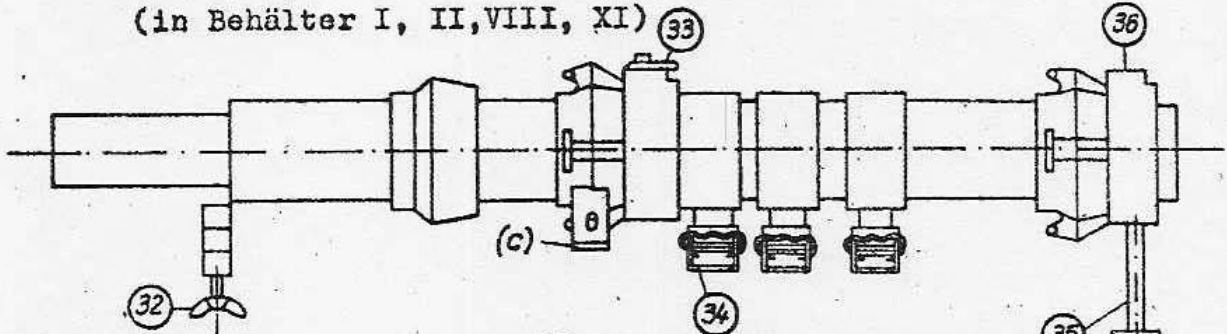

Bild 12
2 (5) Kabelhalterungen (34) (Bild 12)
Montage nach Bild 12 und 13:
1. Richtfunker schiebt 2 Kabelhalterungen (34) (aus Behälter I, IX) auf das obere Mastrohr (11), danach zieht er Sicherungsbolzen (35) des unteren Abspannrings (36) der Mastspitze (Bild 12) bis Anschlag heraus und steckt Mastspitze auf oberes Mastrohr (11), Erdschraube (32) nach unten. Sicherungsbolzen (35) bleibt gezogen.
- 1. Richtfunker führt Erdungskabel jeder Dipolzeile so zur Erdungsschraube (32) (Bild 12) der Mastspitze, daß sie bei aufgerichtetem Mast frei nach unten hängen und klemmt sie mit Erdungsschraube fest.
- Truppführer hängt Verteiler (Bild 15) an Bolzen (c) (Bild 12) des oberen Abspannrings (33). Die beiden oberen Abdeckkappen (40) vom Verteiler (Bild 15) abschrauben. Kabelstecker der Dipolzeilen an Verteilerbuchsen anschließen: rechtes Dipolfeld an linke Buchse, linkes Dipolfeld an rechte Buchse, HF-Kabel kreuzen sich zwischen Verteiler und Mast. Alle 4 Abdeckkappen an oberes PVC-Formstück am Verteiler anstecken (siehe auch Bild 17).
Danach Seile IV (45) am unteren Abspannring (36), von oben auf Mast gesehen; Kabelschelle rechts, Seile V (46) am oberen Abspannring (33) einhängen (Bild 12 und 25). Seile nach Nummern geordnet und parallel zueinander in Richtung der Erdnägel vollständig abwickeln.
- 1. und 2. Richtfunker setzen 6. Mastrohr ein und schieben es bis in Kurbelhöhe (30) hoch.
- Truppführer (oben) drückt Sicherungsbolzen (35) des Abspannrings (36) (Bild 12) der 2. Abspannebene ein, Abspannring so, daß Kabelschelle rechts liegt. Antennenkabel anschellen. Truppführer steigt ab.